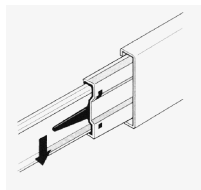
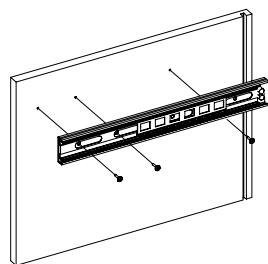

Рис.3
Рис.4
2. Отсоедините от основания телескопических направляющих внутренние планки, отогнув пластиковый рычажок фиксатора (Рис. 3). Основания телескопических направляющих закрепите на деталях 2, 3, 5 винтами М5х8 !!! Приложите телескопическую часть отверстия к отверстиям на боковине стола, чтобы они были отцентрованы относительно друг друга. Вкрутите винты М5х8 с помощью шуруповерта, приложив немного усилий. **Внимание:** винт М5х8 заходит с натягом для максимально плотной фиксации телескопических направляющих (Рис. 4).